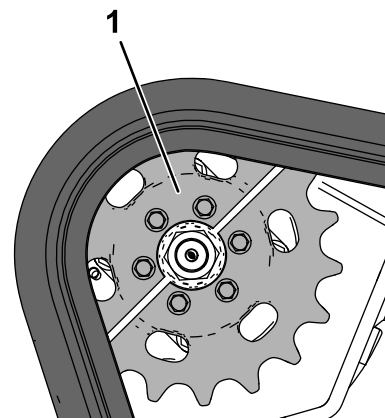

Figure 60
2. Gare la machine sur une surface plane et horizontale en vérifiant qu'une seule moitié de pignon est engagée sur la chenille (Figure 60).